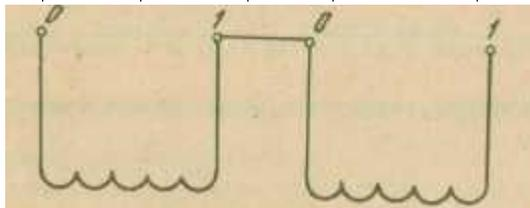

Рис. 4. Схема обмотки дросселя
4.3. Данные обмотки дросселя приведены в таблице, схема обмотки — на рис. 4.